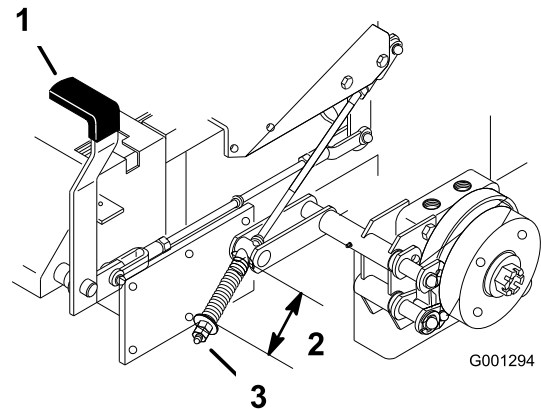

Figura 66
2. Mida la longitud del muelle. La medida debe ser de 64 mm entre las arandelas (Figura 66).
3. Si es necesario ajustarla, quite el freno de estacionamiento, afloje la contratuerca que está debajo del muelle y ajuste la tuerca que está directamente debajo del muelle (Figura 66).